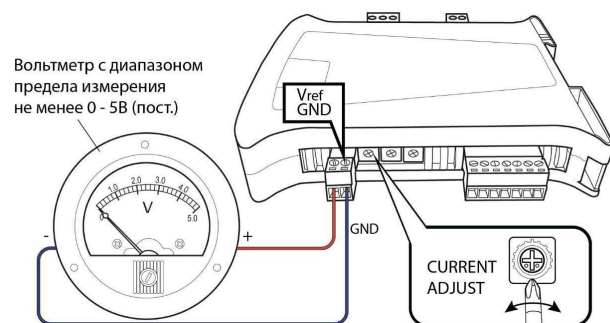

Рисунок 3. Подключение вольтметра для установки максимального тока двигателя.
6. Потенциометром «CURRENT ADJUST» установите значение максимально потребляемого двигателем тока по вольтметру, подключенному к клеммам «GND» и «Vref» в соответствии с рис. 3. Установка тока двигателя Ilim осуществляется согласно соотношению: